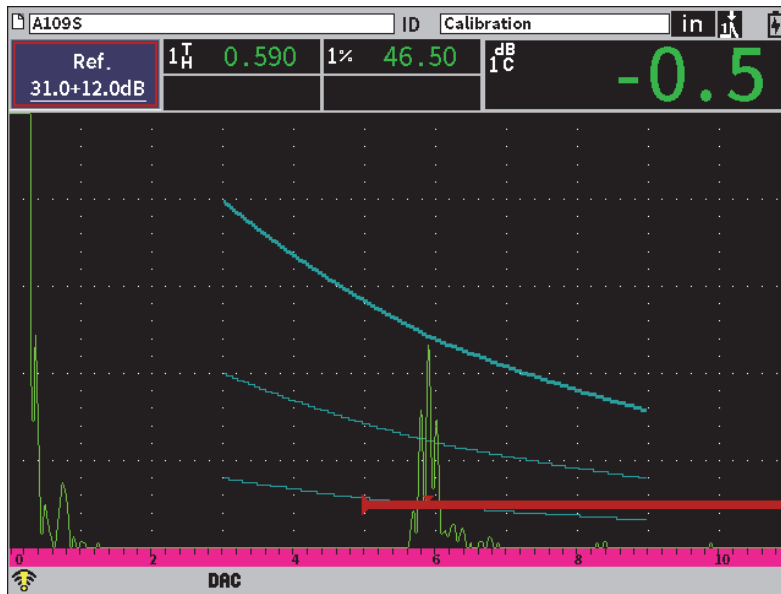

Figura 11-6 Curva DAC completa
- Repita los pasos 6, 7 y 8 hasta finalizar con la creación de su curva (vea la Figura 11-6 en la página 184).